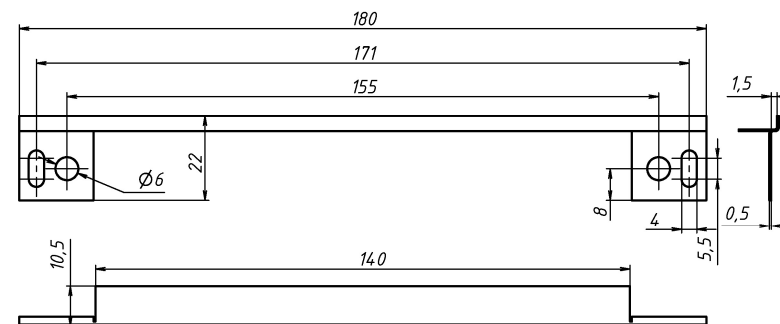

Рисунок 7 – Планка декоративная
6.6 Для скрытия зазоров (щелей), образующихся в процессе установки корпусной части в дверную коробку в качестве декоративного элемента используется планка декоративная, выполненная из нержавеющей стали (рисунок 7.)